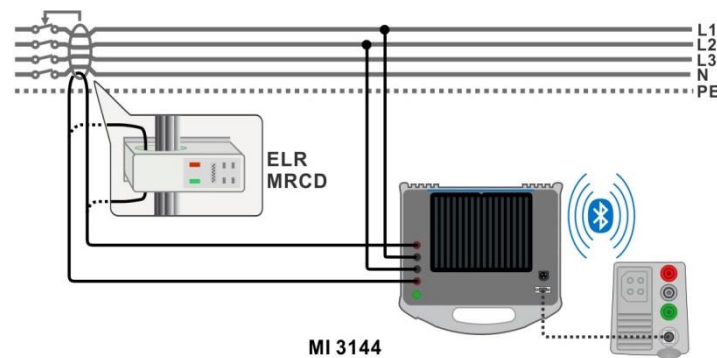

Abbildung 7.81: ELR- Fehlerstromsinspeisung / Kombinierte Auslösezeit
- › Schließen Sie die Prüflleitungen am Prüfling an. Siehe **Abbildung 7.81**.
Siehe **Abbildung 7.81**.
- › Schließen Sie die Prüflösungen am Prüfling an. Siehe **Abbildung 7.81**. Detaillierte Informationen finden Sie in der **MI 3144 - Euro Z 800 V Bedienungsanleitung**.